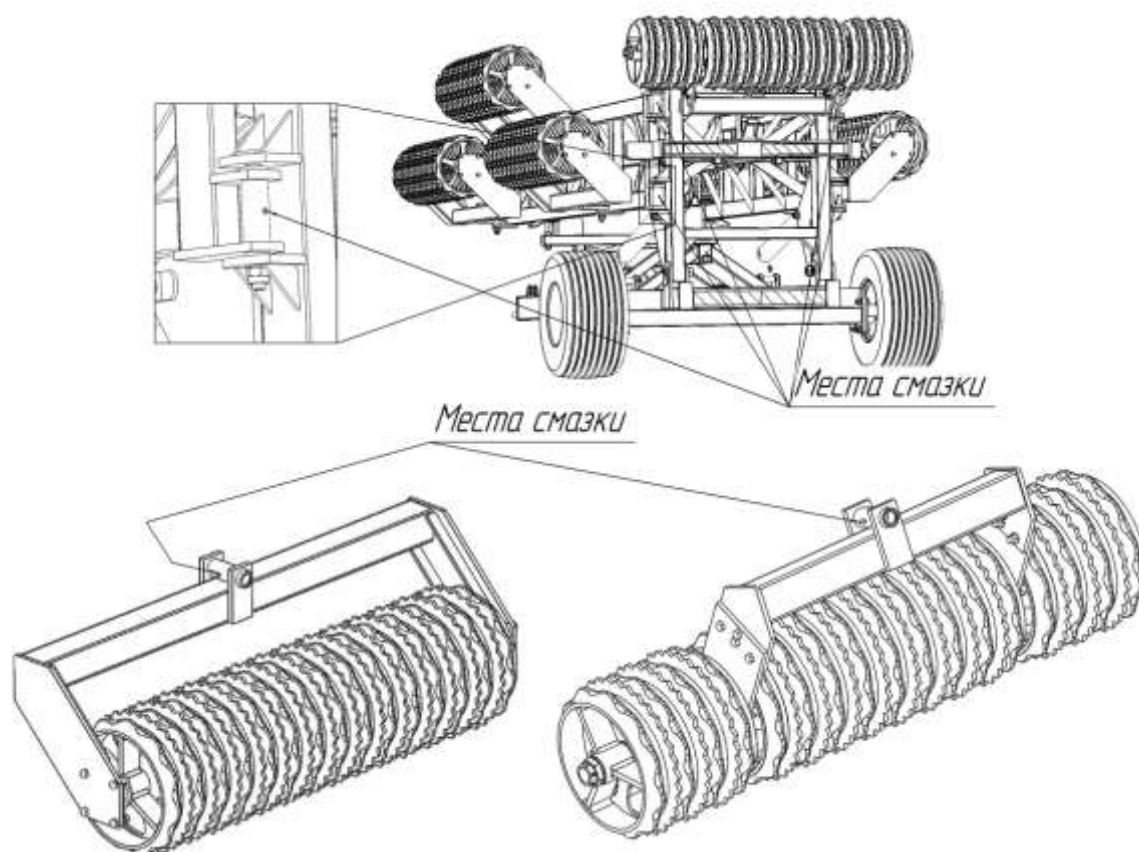

Рис.16 Места смазки
- 3) Смазать каток в точках смазки (рис.16), Приложение Е;